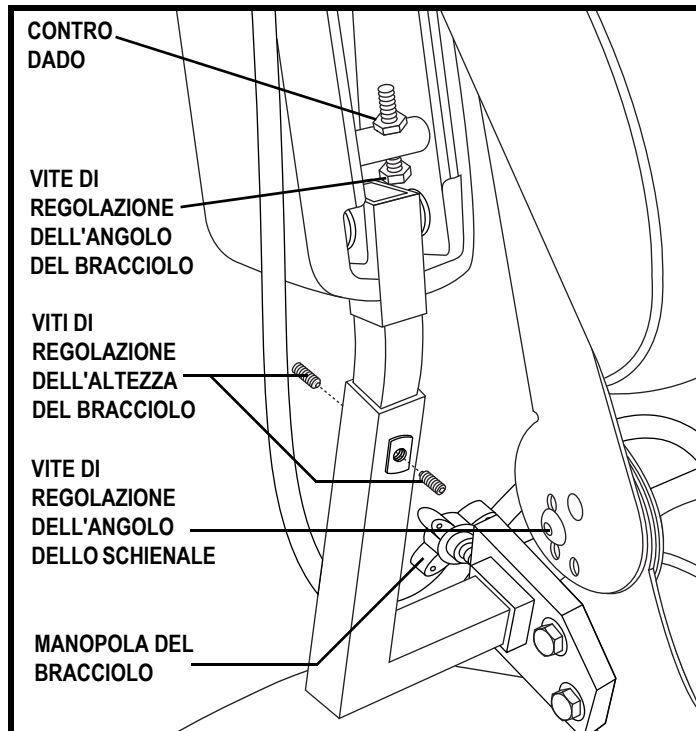

Figura 17. Regolazione altezza dello schienale/del bracciolo
1. Rimuovere le viti di regolazione da ogni cerniera del sedile. **Vedere la figura 17.**
1. Individuare le due manopole dei braccioli su ciascun lato della staffa dell'alloggiamento del bracciolo. **Vedere la figura 17.**
1. Sollevare il bracciolo verso l'alto in modo che sia perpendicolare al pavimento. **Vedere la figura 17.**